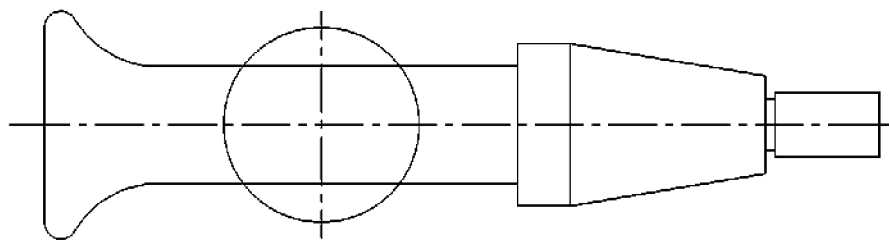

图 3-47 绘制 R30mm 的圆弧
10) 绘制 R30mm 的圆弧。单击圆弧按钮, 在弹出的立即菜单中选择【两点_半径】选项, 按空格键, 在弹出的工具点菜单中选择【切点】选项, 拾取 R5mm 的圆弧; 再按空格键, 在弹出的工具点菜单中选择【切点】选项, 拾取相邻水平素线, 输入“30”后, 按回车键。使用同样的方法绘制下半部分的圆弧, 裁剪掉多余的曲线, 操作结果如图 3-47 所示。